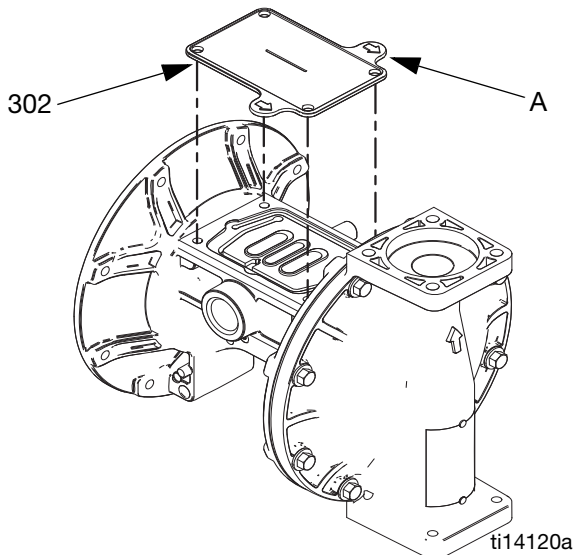

FIG. 9. Herramienta de la cubierta del fluido
- c. Engrase las copelas en U del eje (106) y los extremos y a lo largo del eje de la membrana (104). Introduzca el eje en la carcasa.
- f. Vuelva a unir la primera cubierta del fluido (3). Ver **Instrucciones del par de apriete**, página 18.
- a. Vea la sección FIG. 9. Coloque la herramienta suministrada (302) donde va normalmente la junta de la válvula (108). Las flechas (A) deben quedar hacia la cubierta del fluido que ya está unida.